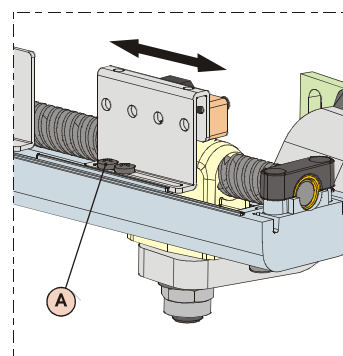

Fig. 24
- 3) Desserrer les vis de fixation du fin de course à régler, Fig.24 réf.A.